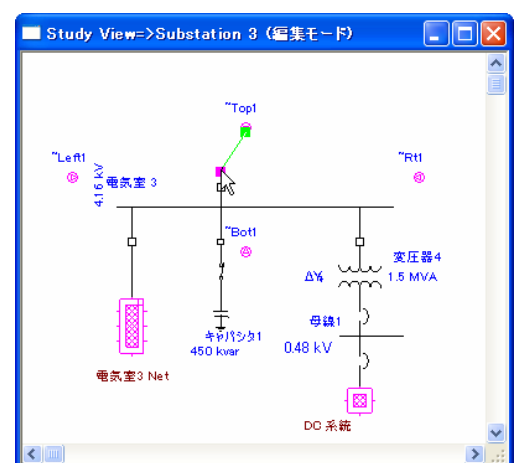

図 10 :
- “電気室 3” 母線に接続する遮断器に“~Top1” を接続してみます。遮断器の上部にマウスを移動するとポインターが“ピンク”の四角いハンドルになります。そのまま“~Top1” までマウスをドラッグし、“緑”の四角いハンドルに変わったらマウスを放します。 図 10 参照